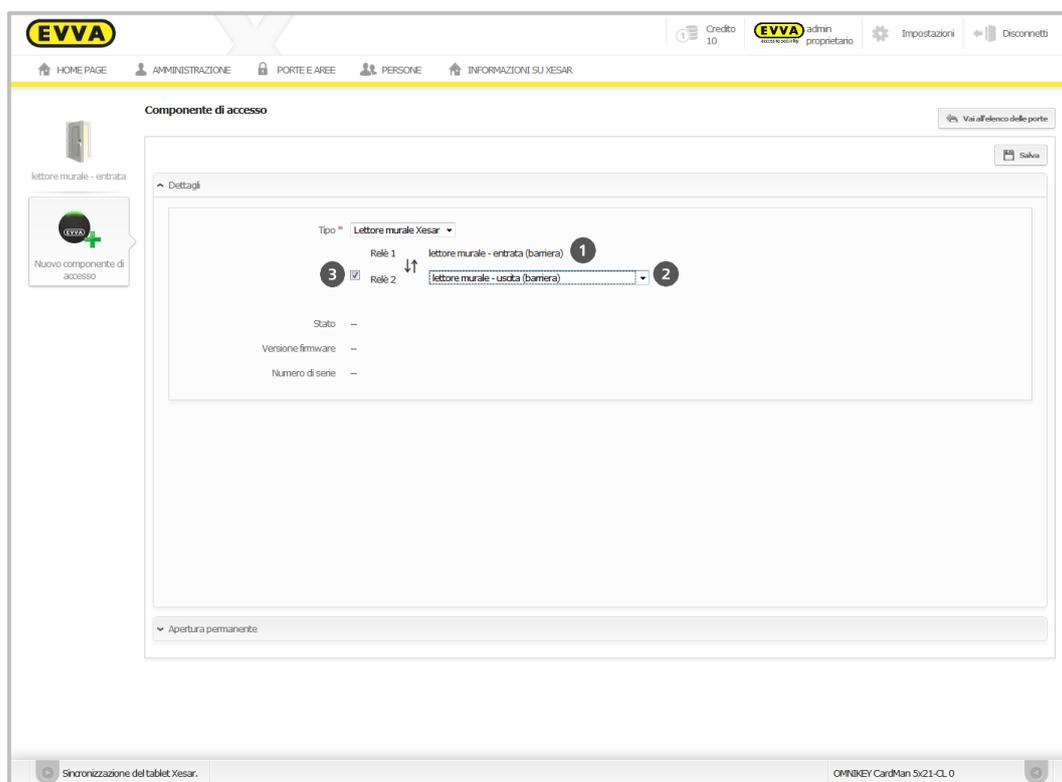

Figura 79: Collegamento di un lettore murale Xesar
- Al lettore murale viene automaticamente assegnato il **Relè 1**  (Figura 79: Collegamento di un lettore murale Xesar).
- Contrassegnare con un segno di spunta come mostrato in corrispondenza del numero  (Figura 79: Collegamento di un lettore murale Xesar).